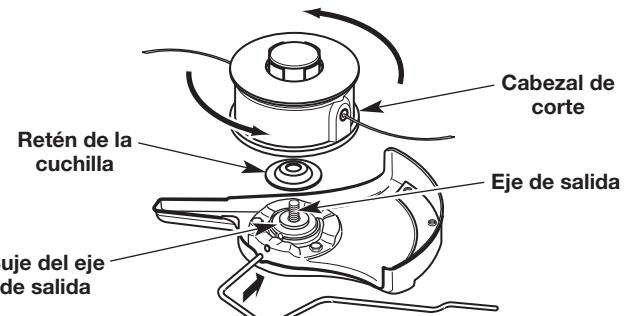

Fig. 12
- Mientras sostiene la varilla de seguridad en su lugar, coloque la retención de cuchilla sobre el eje de salida con la superficie plana contra el casquillo del eje de salida (Fig. 12).
- Atornille el cabezal de corte en sentido contrario a las agujas del reloj sobre el eje de salida (Fig. 12). Apriete el cabezal de corte firmemente.